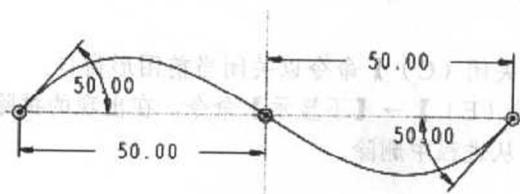
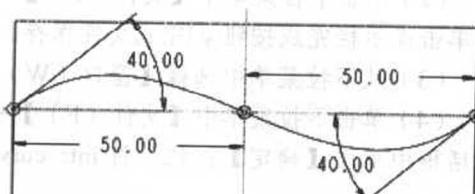

图 1-7 绘制截面
图 1-8 绘制截面
(1) 单击【Create (创建)】→【Surface (曲面)】→【New (新建)】→【Extrude (拉伸)】→【Done (完成)】→【Both Sides (双侧都)】→【Open Ends (开放终点)】→【Done (完成)】命令。
(2) 在主窗口中，单击 $\text{草绘}$ 按钮，在下拉菜单中选择【缺省】状态，并选取基准平面 FRONT 作为草绘基准平面。
(3) 单击【Okay (正向)】→【Default (缺省)】命令，进入草图绘制状态。
(4) 在草图环境下绘制如图 1-7 所示的曲线截面。
(5) 单击工具栏内完成按钮 $\checkmark$ ，以结束截面的绘制。
(6) 单击【Blind (盲孔)】→【Done (完成)】命令，在文本框中输入 40 作为曲面拉伸深度。
(7) 单击【确定】按钮完成曲面的建立。
(8) 在主窗口中，单击 $\text{草绘}$ 按钮，在下拉菜单中选择【缺省】状态，并选取基准平面 TOP 作为草绘基准平面。
(9) 单击【Okay (正向)】→【Default (缺省)】命令，进入草图绘制状态。
(10) 在草图环境下绘制如图 1-8 所示的曲线截面。